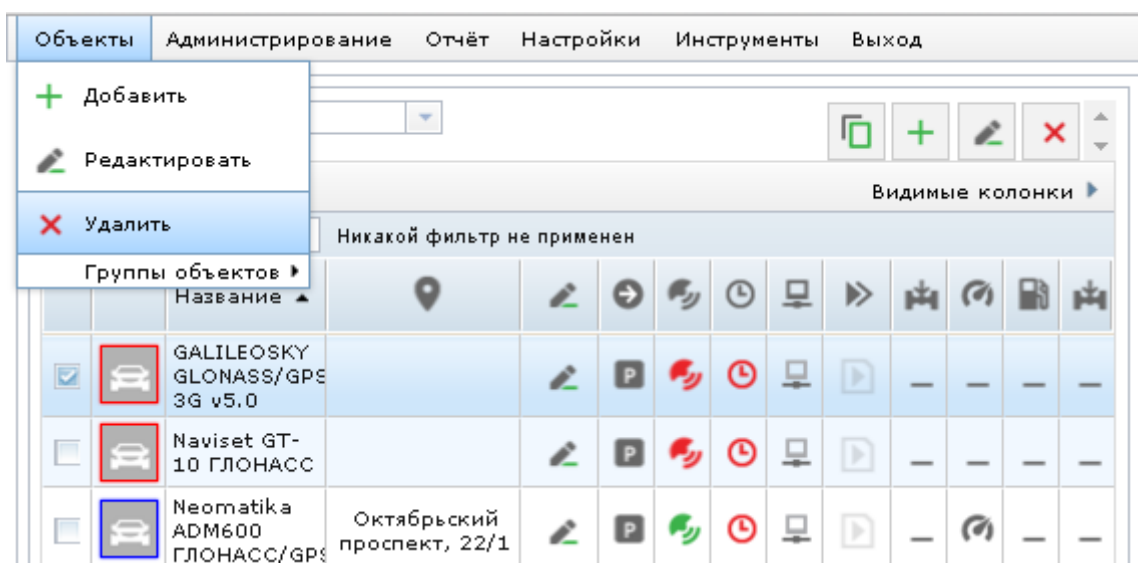

Рис. 5.9. Пример удаления объекта
2. В меню «Объекты» выбрать «Удалить» или нажать на значок **✗** в разделе «Объекты» на рабочей панели (рисунок 5.9).